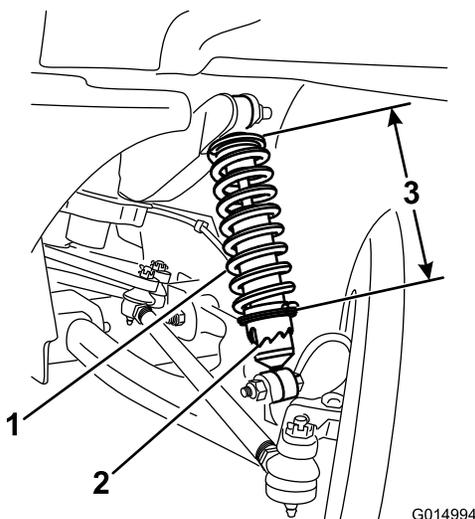

Figura 61
3. Utilizando a ferramenta Toro6010, rode o anel no amortecedor para alterar o comprimento da mola (Figura 61).